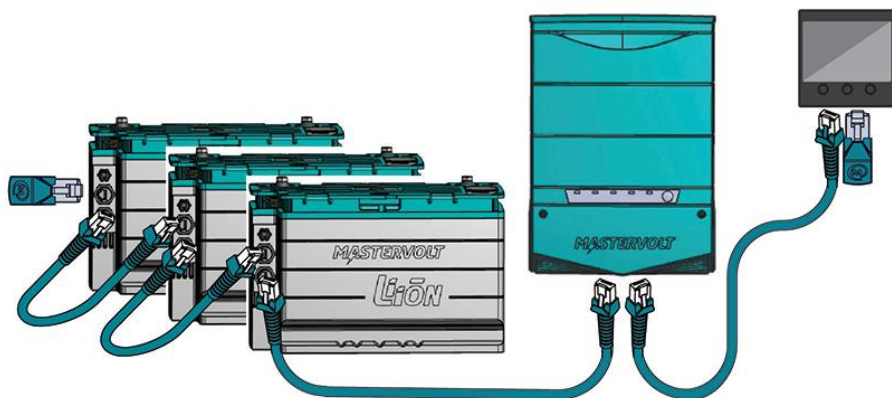

Abbildung 5: MasterBus-Kabel
- MasterBus: Schließen Sie 2 MasterBus-Kabel (oder 1 Kabel und 1 Abschlussvorrichtung) an. Siehe Abbildung 5 auf Seite 15.